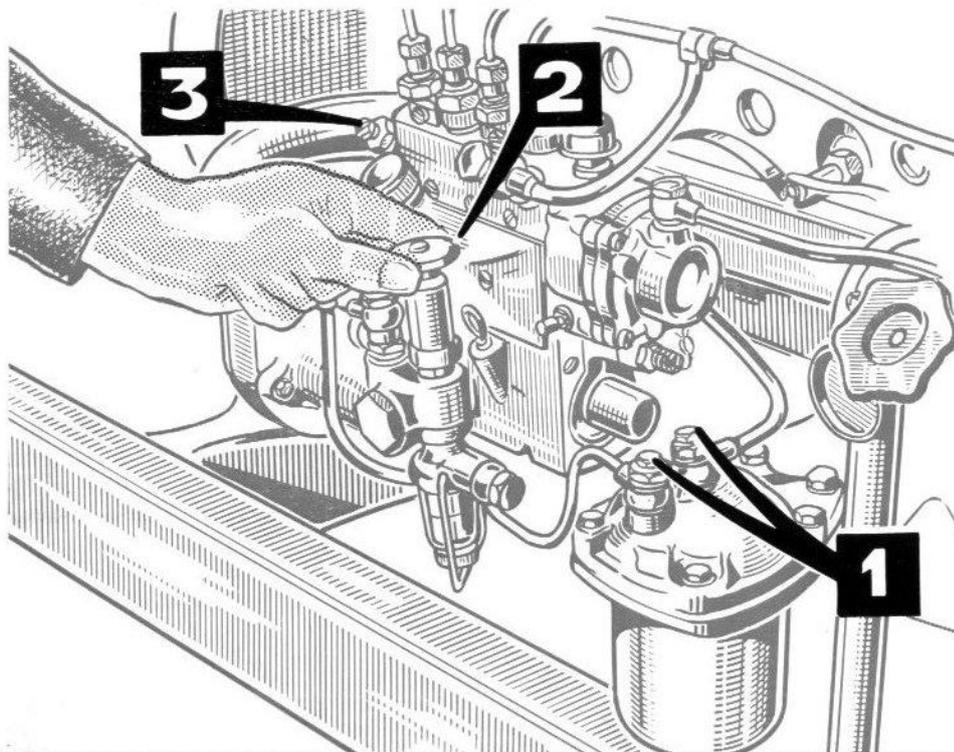

FIG. 9
- Dévisser de deux tours les deux vis situées sur le filtre à gas-oil (1 fig. 9) ;
- Dévisser le chapeau de la pompe d'amorçage à main (2 fig. 9) et l'actionner jusqu'à ce que le gas-oil s'écoule sans bulles d'air par le petit orifice pratiqué dans chacune des vis de purge du filtre à combustible.
- Dévisser de 2 tours la vis de purge située sur la pompe d'injection (**3 fig. 9**) et actionner à nouveau le piston de la pompe à main. Dès que le combustible sortira sans bulles d'air, rebloquer la vis et après quelques coups supplémentaires de pompe, revisser à fond le chapeau de cette dernière afin d'éviter des entrées d'air sur la périphérie du piston qui n'offre qu'une sécurité relative au point de vue étanchéité.